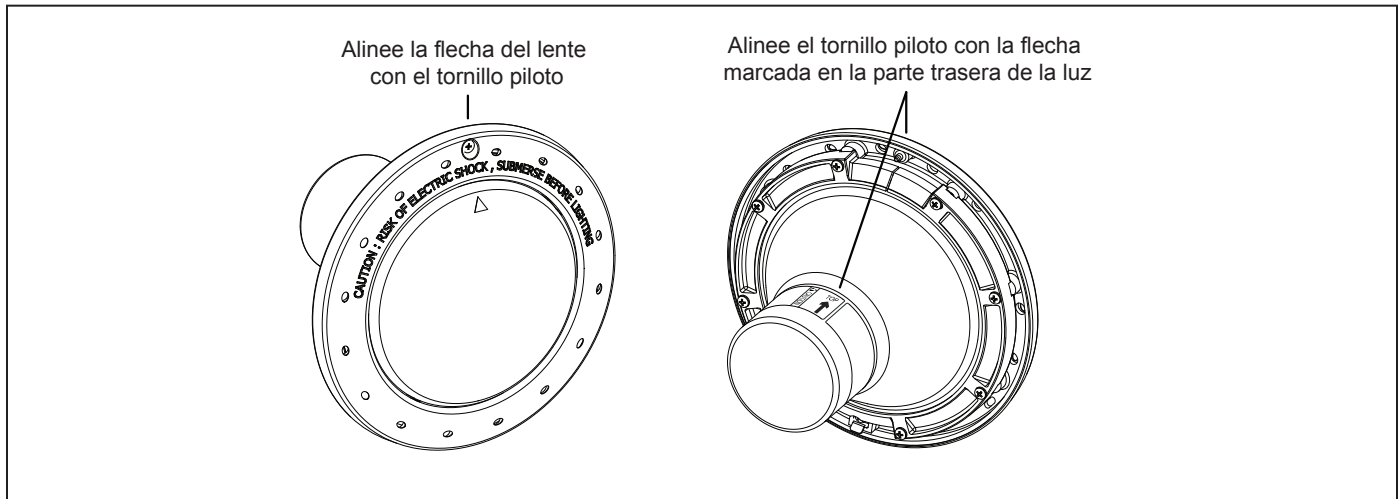

Figura 2. Alineación del lente, el aro frontal, el compartimento y las abrazaderas de las luces blancas para piscinas
| Figura 2. Alineación del lente, el aro frontal, el compartimento y las abrazaderas de las luces blancas para piscinas | 31 | | |
- c. Coloque el lente y la empaquetadura sobre el conjunto de la luz. Coloque el aro frontal y la abrazadera superior sobre el lente, y alinee el tornillo piloto con la marca de la flecha pequeña en la cara del lente. Tenga en cuenta que la marca de la flecha pequeña sobre la cara del lente y el tornillo piloto del aro frontal deben estar alineados con la flecha ubicada en la etiqueta de la luz que dice, “Arrow on this label must line up with the pilot screw on the Face Ring” (la flecha en esta etiqueta debe estar alineada con el tornillo piloto del aro frontal). Véase Figura 2.
- e. Posicione la abrazadera inferior sobre el cable de electricidad y deslícela hacia la parte trasera de la luz y hacia la abrazadera superior. Véase Figura 2.
- f. Ajuste los ocho (8) tornillos Phillips para luces de piscina o los seis (6) tornillos Phillips para luces de spa haciendo la instalación en forma de cruz y alternando. Apriete los tornillos aproximadamente a 20 pulgadas libras. No apriete demasiado.
- a. Enrolle cuatro (4) pies de cable alrededor de la luz y coloque el conjunto en el nicho.